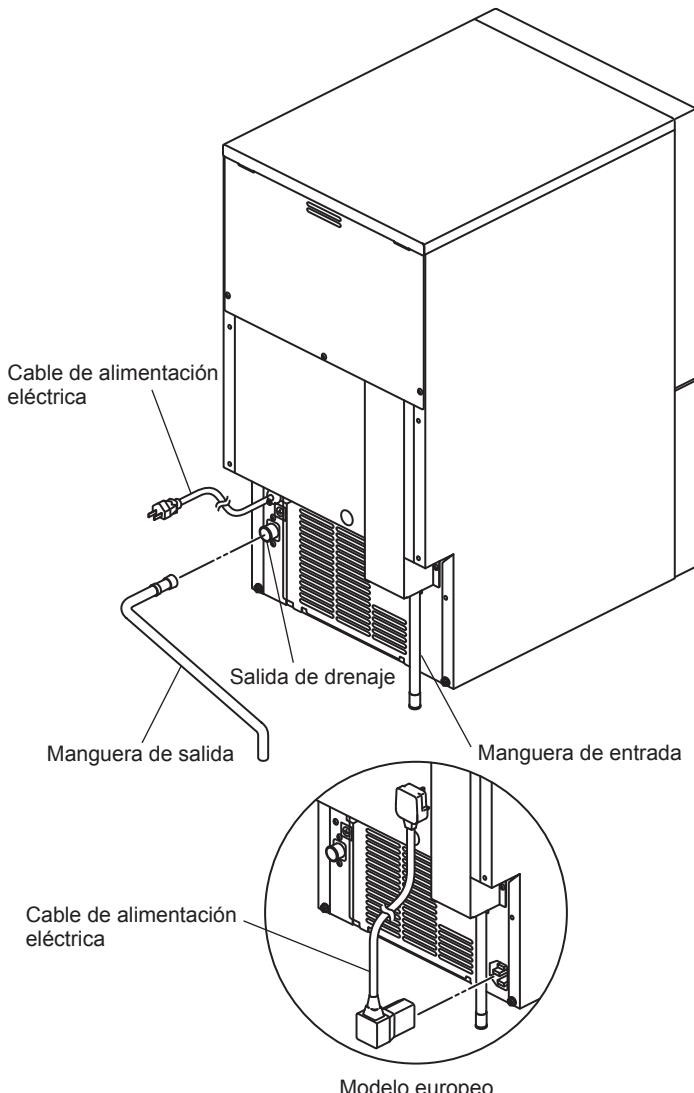

Fig. 3
- 2) Apriete a mano la manguera flexible gris de salida (accesorio) en el racor de la parte posterior de la máquina de hielo tal como se muestra (Fig. 3) verificando que la junta de goma quede correctamente colocada para obtener una conexión estanca. Puede cortar el tubo a la longitud necesaria ajustándolo a la